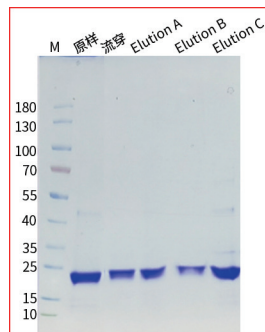

图2.Magneti-Q HA标签蛋白纯化试剂盒纯化分泌蛋白的SDS-PAGE电泳图
- 5) 对洗脱产物进行 SDS-PAGE 电泳,结果请见图 2。